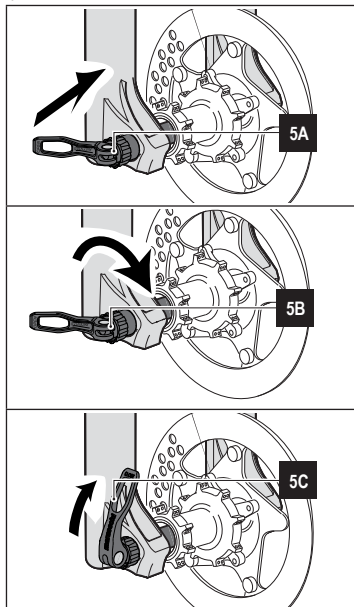

Figura 5 - Instalación rueda en horquillas con perno de desenganche rápido QR20
- Alinee el buje con las punteras de la horquilla (ver **5A** en **Figura 5**).
- Introduzca el eje a través de la puntera derecha y atravesando la rueda (ver **5A** en **Figura 5**).
- Manteniendo la leva di bloccaggio in posizione di massima. Mantén la palanca del cierre rápido completamente abierta y girala en el sentido de las agujas del reloj, hasta que percibas la resistencia del eje (ver **5B** en **Figura 5**).
- Mediante la palanca del cierre rápido en el extremo del eje acabe de cerrarla (ver **5C** en **Figura 5**); de esta forma, la rueda se habrá ajustado a la horquilla de forma correcta.
- Compruebe que la palanca del cierre rápido esté colocada en la posición que asegure el ajuste correcto del eje y que esta posición evite cualquier tipo de golpes durante el uso (ver **5C** en **Figura 5**).